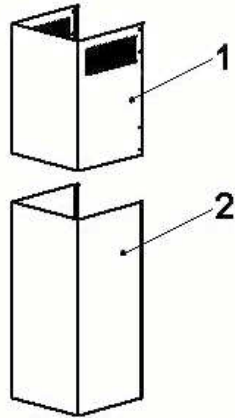

Abb. 4
Der Kaminschacht besteht aus 2 Teilen, einem Außenteil (Grundschaft) (2), und dem Innenteil (Teleskopteil) (1). (Abb.4)